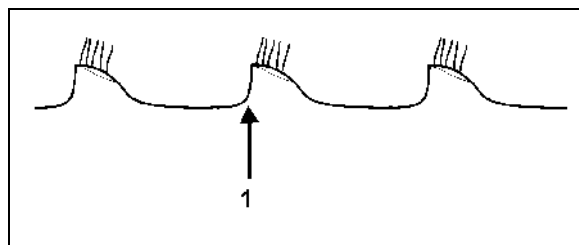

Fig. 22
- (Fig. 22): Muchia de tăiere a bateriei cu discuri 2 nu este vizibilă și urmează bateria cu discuri 1. Deplasați bateria cu discuri 1 spre stânga.